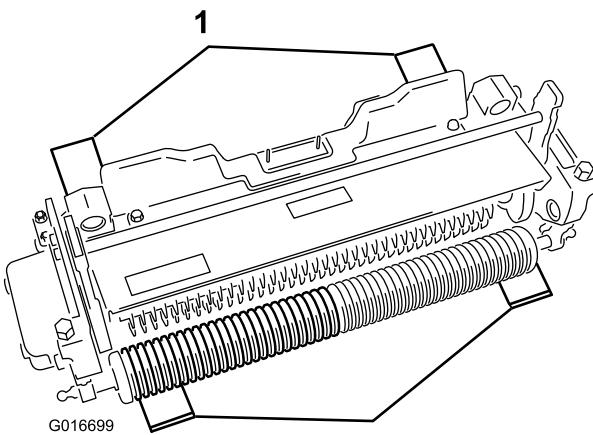

Figure 4
2. Placez 4 gabarits, réglés à la profondeur de pénétration des lames au-dessous du sol correcte, sous le rouleau avant et le rouleau arrière du défeutreur (Figure 4).